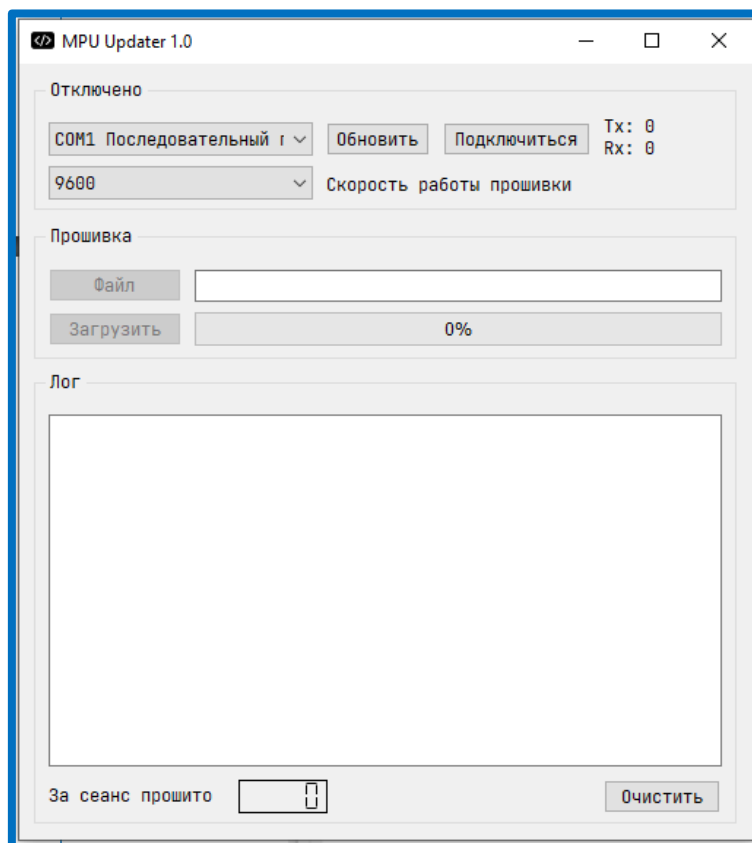
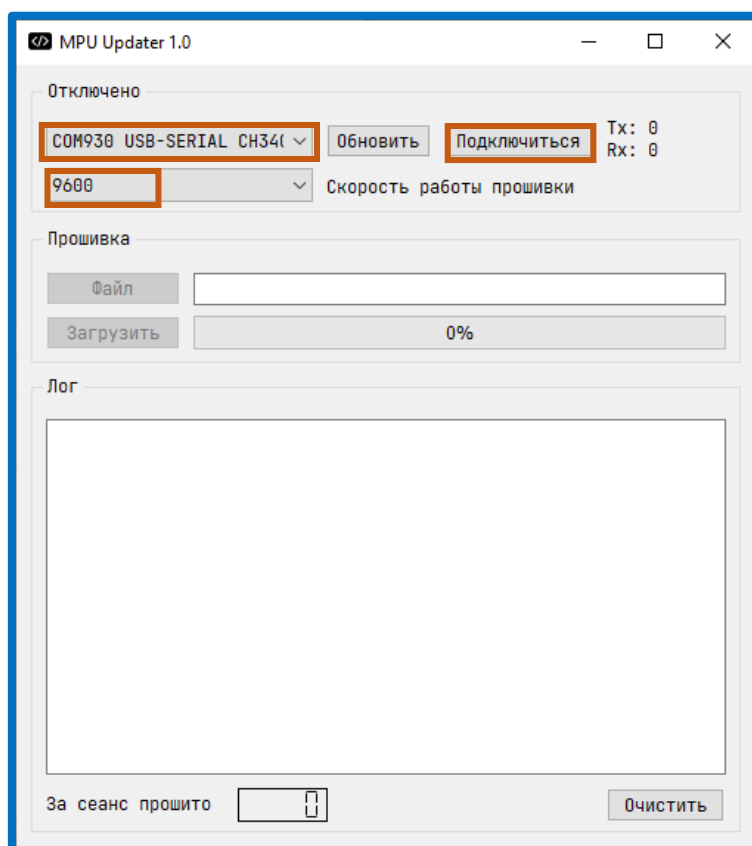

*Рис. 3.1. Адаптер "RS-232 - USB"*
*Рис. 3.2. Жгут-переходник*
1. Подключите МПУ-01 через адаптер "RS-232 - USB" (Рис. 3.1) и "Жгут-переходник" (Рис. 3.2) к компьютеру.